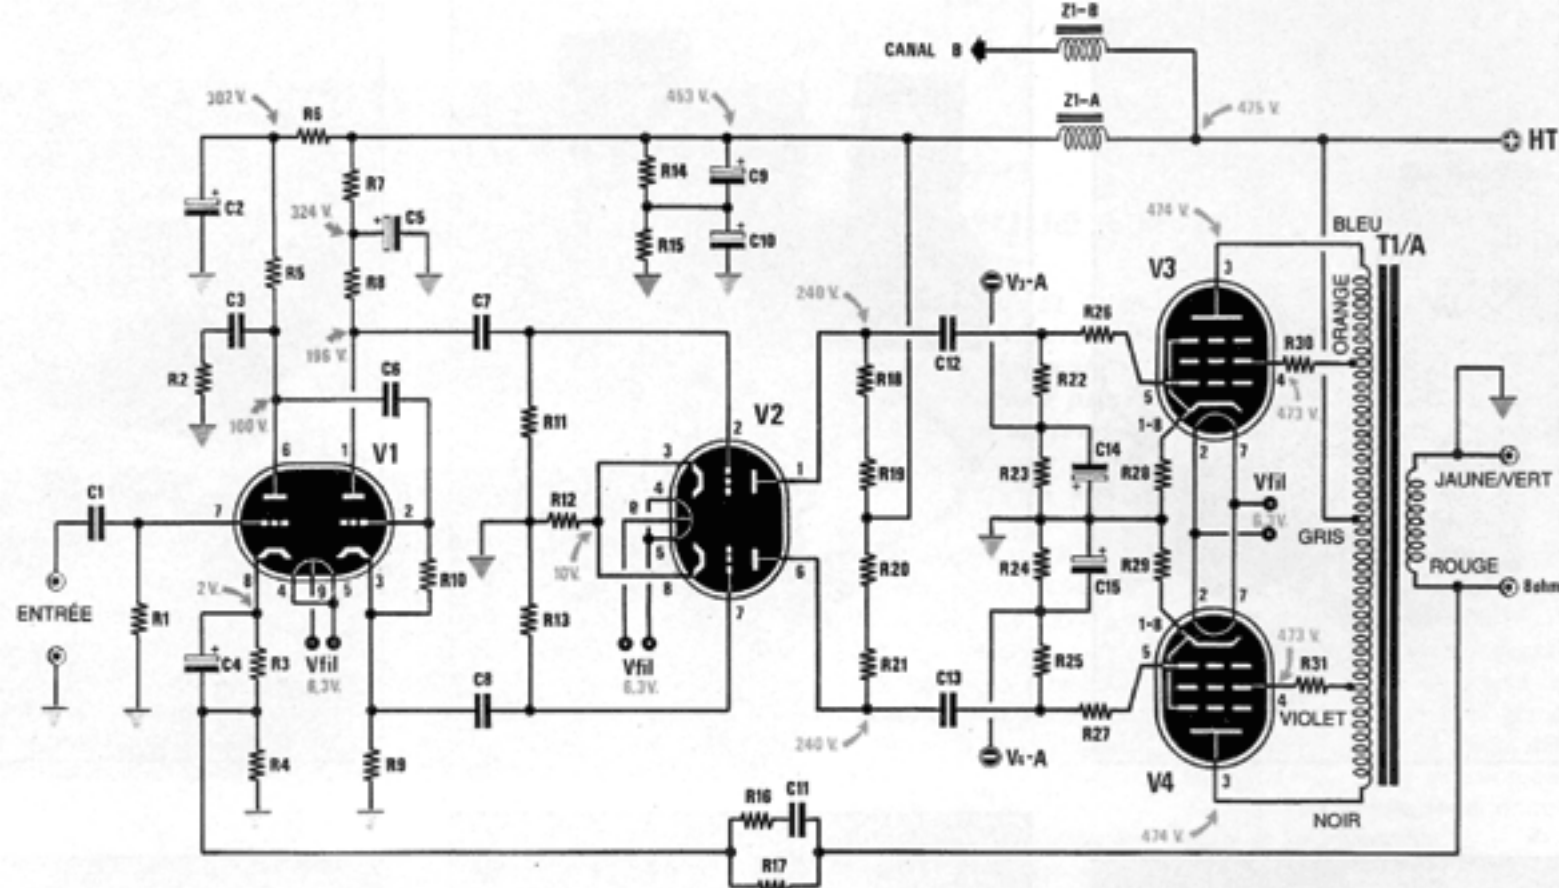

Fig 3 : Schéma électrique de l'amplificateur.
□ Sur le schéma de la Fig. 3 on ne trouvera que quatre tubes, mais lorsqu'on passera à la réalisation, on traitera l'ensemble avec huit tubes. Pour la description de ce schéma, on partira de la prise d'entrée, sur laquelle sera appliqué un signal BF issu d'un préamplificateur extérieur, contrôlé en volume et en tonalité. Le signal sera dirigé directement, avec un condensateur de découplage C1, à la grille de la première triode de préamplification, c'est à dire la 1/2 double triode ECC 82, marquée V1 sur le schéma.
□ La grille écran de chacun de ces deux tubes finaux, (voir broche 4, sur Fig. 3) sera alimentée par une prise intermédiaire sur l'enroulement primaire du transformateur de sortie T1, à travers une résistance (Voir
□ Les étages d'entrée et pilotes (V1-V2 de **Fig. 3**) de la voie A et de la voie B devraient être alimentés séparément en haute tension bien filtrée, et pour ce faire, les alimentations transiteront chacune par une self de lissage Z1/A (et Z1/B) (pour information, les deux selfs sont enfermées toutes les deux dans un seul boîtier plastique).